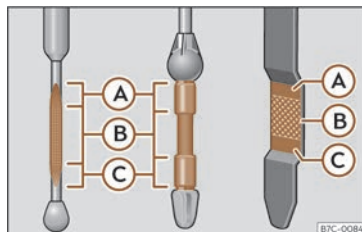

Fig. 200 Jauge d'huile moteur.
- Puis retirez-la à nouveau et vérifiez le niveau d'huile» **fig. 200**. Faites l'appoint d'huile moteur si nécessaire.
- Dès que le niveau d'huile atteint la zone »» fig. 200 (B), revisez soigneusement le bouchon de l'orifice de remplissage »» ⓘ.
Ne démarrez pas le moteur si le niveau d'huile se trouve au-dessus de la zone »» fig. 200 (A). Risque d'endommagement du moteur et du catalyseur ! Prenez contact avec un atelier spécialisé.
Le niveau d'huile ne doit en aucun cas dépasser la zone »» fig. 200 (A). Sinon, de l'huile risque d'être aspirée par l'aération du carter-moteur et d'être rejetée dans